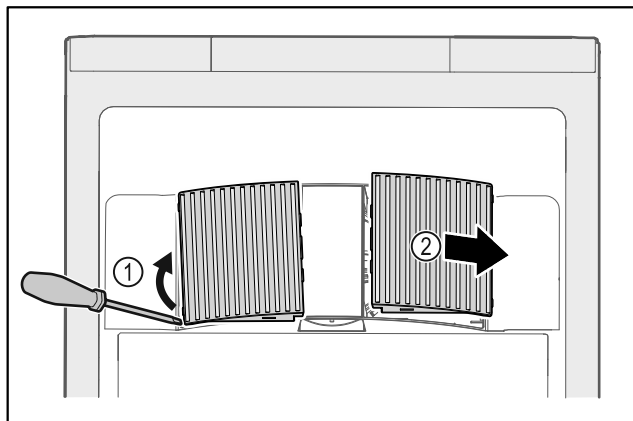

Fig. 234
- ▶ Ostrożnie podważyć osłony wentylatora z boku Fig. 234 (1) i zdjąć do przodu Fig. 234 (2).